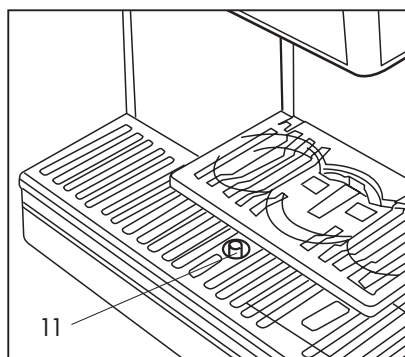

Fig. 17
Quand le flotteur de niveau rouge du bac (11) dépasse de l'orifice (Fig. 17), cela signifie que l'eau collectée dans le bac a dépassé le niveau maximum.